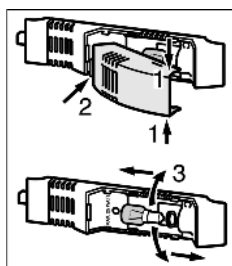

Fig. 18
- ▶ Pokrov lučiprimate zgoraj in spodaj *Fig. 18 (1)*.
- ▶ Pokrov luči zadaj izvlecite in snemite *Fig. 18 (2)*.
- ▶ Zamenjajte svetilko *Fig. 18 (3)*.